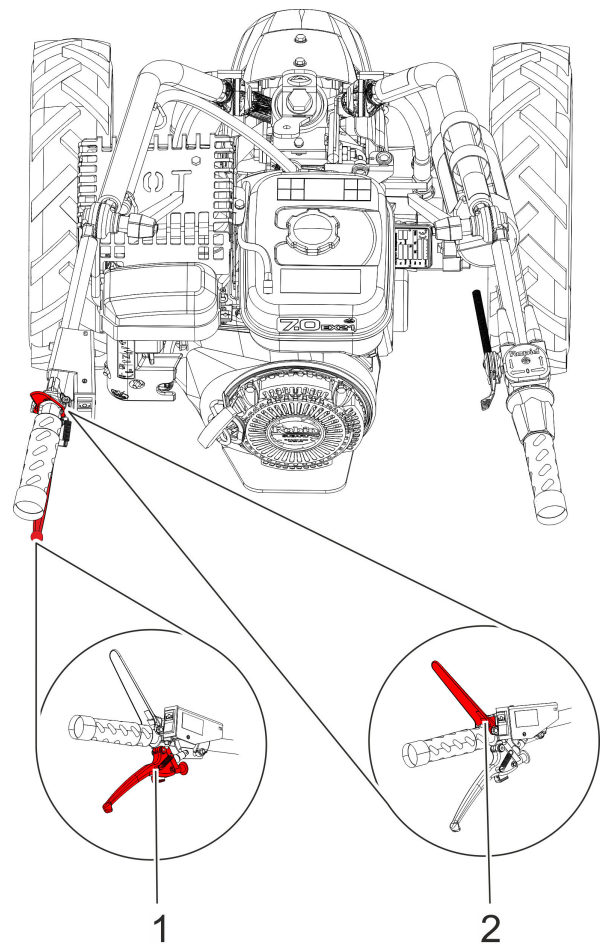

Abb. 33: Lage der Sicherheitseinrichtungen
- 1 Feststellbremse (Abb. 33/1)
- 2 Totmannhebel (Abb. 33/2)